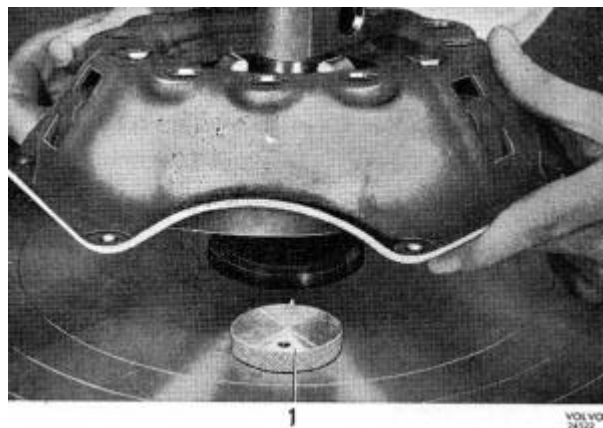

Abb. 10 Anbringung der Kupplung in der Spannvorrichtung
2. Distanzklötze Nr. 0 in die Spannvorrichtung SVO 2322 legen (s. Abb. 10). Kupplung, Dreipunkt-Stützen, Arme und drei Druckstangen anbringen (s. Abb. 11) und die Kupplung zusammendrücken, bis der Kupplungsdeckel auf der Bodenplatte aufliegt.